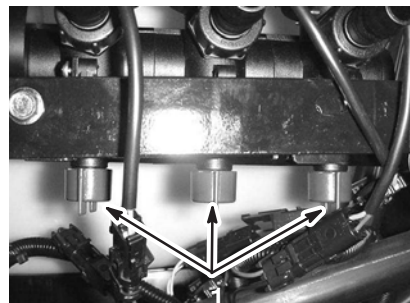

Figure 28
12. Réglez la soupape de dérivation de rampe (Fig. 28) située sous la soupape de commande de la rampe que vous avez mise hors service jusqu'à ce que la valeur indiquée au manomètre soit la même qu'au point 9.